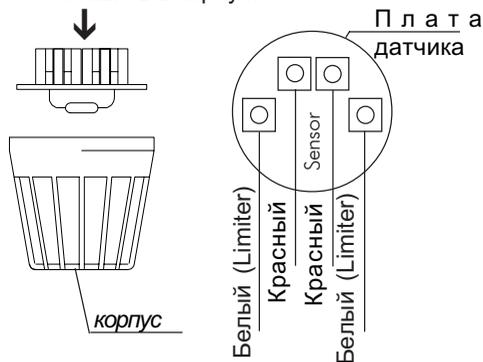

рис. 11
- Провода для ограничителей (белые) и для температурных датчиков (красные) (Рис. 11) подсоединить к плате датчика, затем плату датчика поставить в корпус.